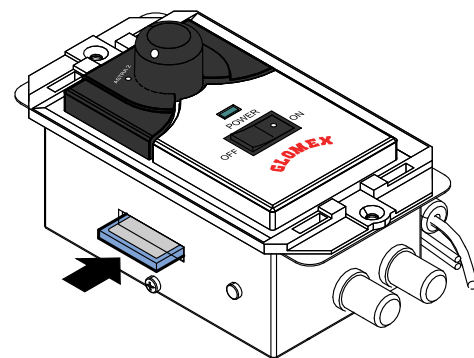

Fig. 43
4. Introduisez la carte SD dans la fente correspondante sur le côté de l'unité de contrôle, comme indiqué sur la **Fig. 43**, en respectant la direction (côté avec l'étiquette du constructeur dirigée vers le haut) et en vous assurant de l'avoir introduite complètement.
4. Insérez la carte SD dans la fente située sur le côté de l'unité de contrôle, comme indiqué sur la figure **Fig. 43**. Allumez l'unité de commande (touche B, Fig. 24) jusqu'à ce que la DEL passe au orange. Lorsque la mise à jour est terminée, la LED passe au vert. Si la LED clignote rouge/vert, la mise à jour n'a pas réussi. Il faut recommencer la procédure de mise à jour depuis le début.